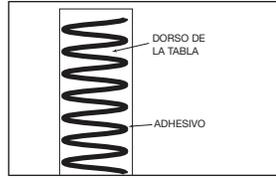

Figura 7
- Si la plancha de revestimiento de piso de madera dura procesada tiene un ancho superior a 5" (12.7 cm) debe instalarse aplicando un cordón en forma de serpiente de 1/4" (6 mm) de adhesivo para construcción de primera calidad al dorso de cada tablero. (Figura 7)